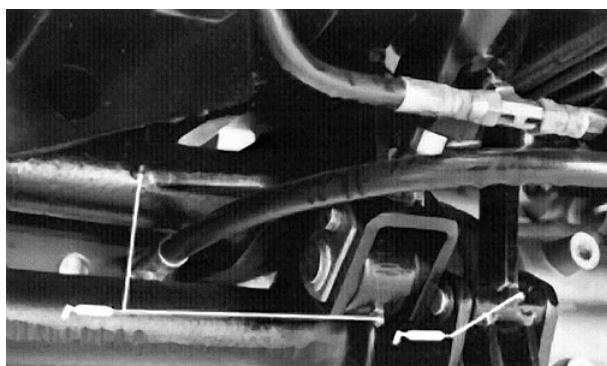

Fig. 18
Engrasado (Fig. 18 - 26)
Los puntos de engrase que deben lubricarse son: Pivote del brazo de elevación (2), cilindro de elevación (4), pivotes del brazo del freno (2) (Fig. 18); pivote del freno (1), pivotes del freno (2) (Fig. 19); pivote del pedal de tracción (1) (Fig. 20); eje de transmisión motor a bomba (2) (Fig. 21 y 22); ajuste de tracción (1) (Fig. 23); cojinete de la toma de fuerza (Fig. 24); pivote central (1) (Fig. 25); conjunto de la biela (2), articulaciones del eje (2), extremos de los cilindros (2) (Fig. 26).